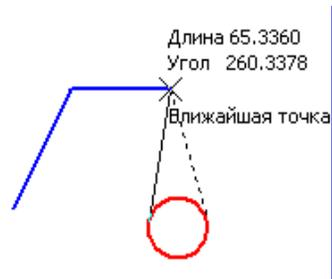

Рисунок 13. Построение касательного отрезка.
Подведите указатель к построенной окружности (она при этом подсветится красным цветом) и щелкните на ней. После этого необходимо указать начальную точку отрезка. Пусть ею будет конечная точка второго отрезка, созданного до этого на чертеже (рис. 13).
3. Как видите, из указанной точки к окружности можно построить два касательных отрезка. Если сейчас завершить команду, нажав кнопку «Создать объект» или сочетание клавиш Ctrl+Enter, то будет создан отрезок, фантом которого изображен сплошной тонкой линией. Чтобы переключиться на другой вариант касательного отрезка (на рис. 13 показан пунктирной линией), нужно воспользоваться кнопками *Следующий объект* ¹ или *Предыдущий объект* ¹ на панели специального управления. Всегда применяйте эти кнопки, если система предлагает несколько вариантов построения одного и того же объекта, отображаемых пунктирной линией.